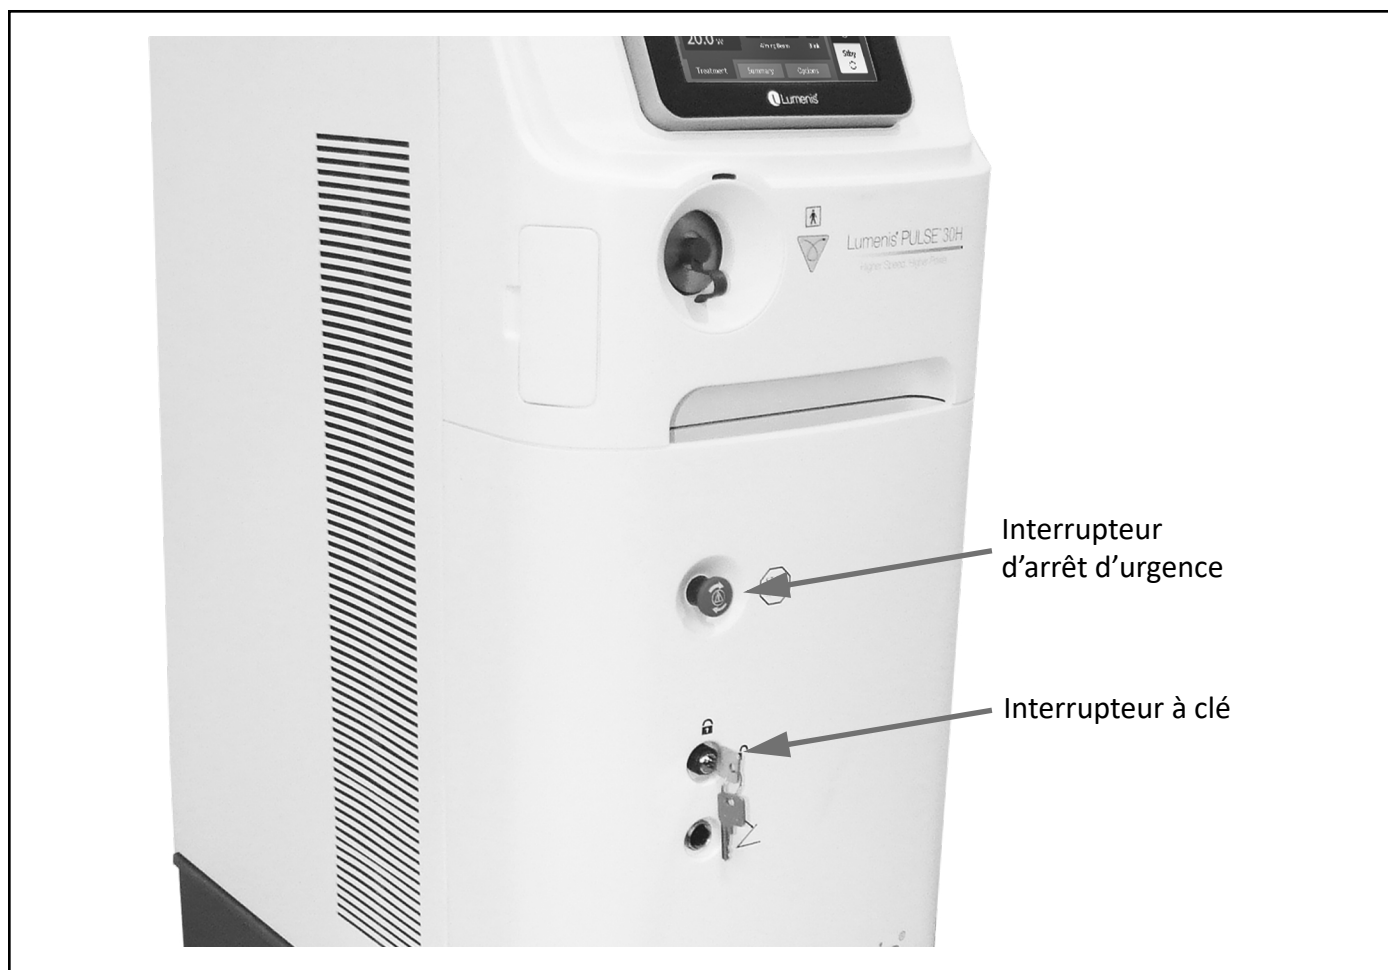

Figure 8 : Commandes pour arrêter le système laser
En cas d'urgence, appuyez sur le commutateur d'arrêt d'urgence du laser situé à l'avant du système pour désactiver immédiatement l'émission d'énergie laser (Se reporter à la figure 8.).
2. Introduisez la clé dans l'interrupteur à clé (reportez-vous à la figure 8) et tournez-la jusqu'à la position **Marche**.